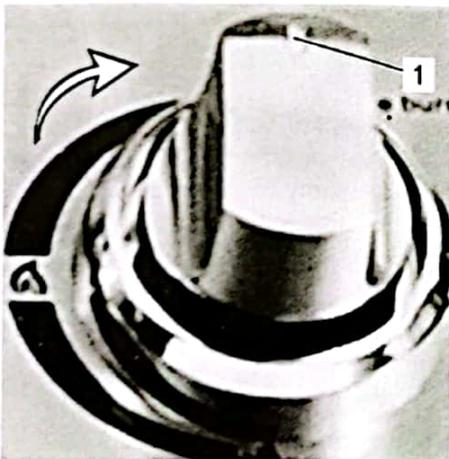

Abb. 22
1. Drehen Sie zum Ausschalten eines Brenners den Bedienknopf (Abb. 22/Pfeil) in Position OFF (Abb. 22/1).